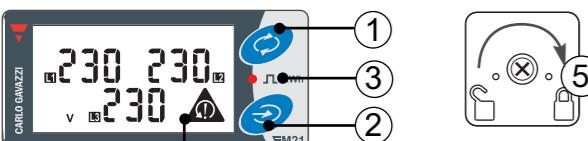

fig. 1
## ■ Front panel and value setup (fig. 1)
The frontal red LED (3, fig.1) flashes proportionally to the active imported energy consumption. Wrong phase sequence indicator (4, fig 1), the hazard triangle is displayed in case of wrong phase sequence (L2-L1-L3, L1-L3-L2).
To enter the complete programming mode, press the key 2 for at least 3 sec. (fig. 1). Entering the programming mode, all the measurements and control functions are inhibited. During this phase the flashing of the LED has not to be considered.
**13 End**: it allows exiting the programming mode by pressing the key 2 (see fig 1).
## Pannello frontale ed impostazioni valori (fig. 1)
Il LED rosso frontale (3, fig.1) lampeggia proporzionalmente al consumo di energia
■ Frontpanel og opstætning af værdier (fig. 1)
Rød LED fortill (3, fig.1) blinker proporsjonalt med det aktive, importerede energiforbrug. Indikator for forkert fasesekvens (4, fig 1), Advarselstrekanten vises, hvis der er tale om en forkert fasesekvensen (L2-L1-L3, L1-L3-L2).
Tryk på tast 2 i mindst 3 sek. for at aktivere den fulde programmeringstilstand (fig 1). Når programmeringstilstanden aktiveres, spærres alle måle- og kontrolfunktioner. Under denne fase skal man ikke tage hensyn til den blinkende LED.
**13 End**: Tillader afslutning af programmeringstilstanden, når du trykker på tast 2 (se fig 1).
**13 End**: ermöglicht das Verlassen des Programmiermodus durch Drücken der Taste 2 (siehe Abb. 1).
**13 End**: pour revenir au mode mesure, appuyer sur la touche 2 (voir fig.1).
## Panel frontal y configuración de valores (fig. 1)
El LED rojo frontal (3, fig.1) parpadea proporcionalmente al consumo de energía activa total importada.
Indicador de secuencia fase incorrecta (4, fig 1), el triángulo de peligro se visualiza en caso de secuencia de fase incorrecta (L2-L1-L3, L1-L3-L2).
Para entrar al modo de programación completo hay que pulsar la tecla 2 al menos 3 seg. (ver fig. 1). En el modo de programación completa del instrumento, todas las medidas y las funciones de control están inhibidas. Durante esta fase el parámetro del LED no debe ser considerado.